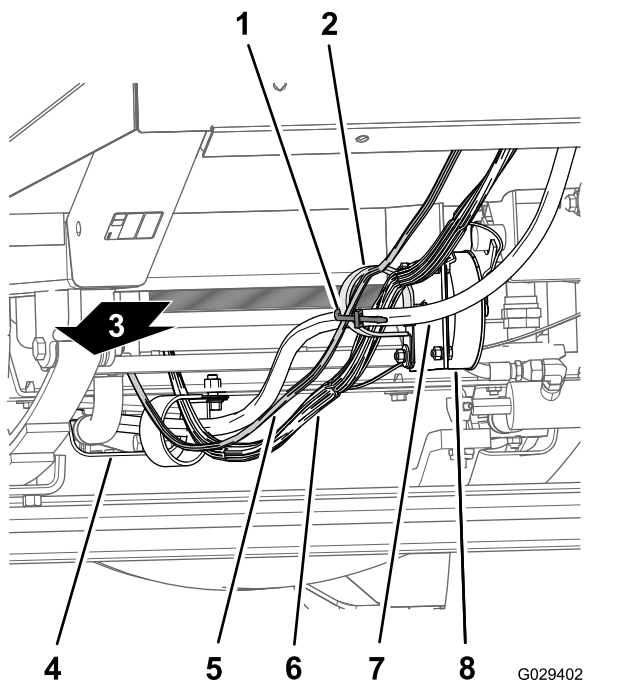
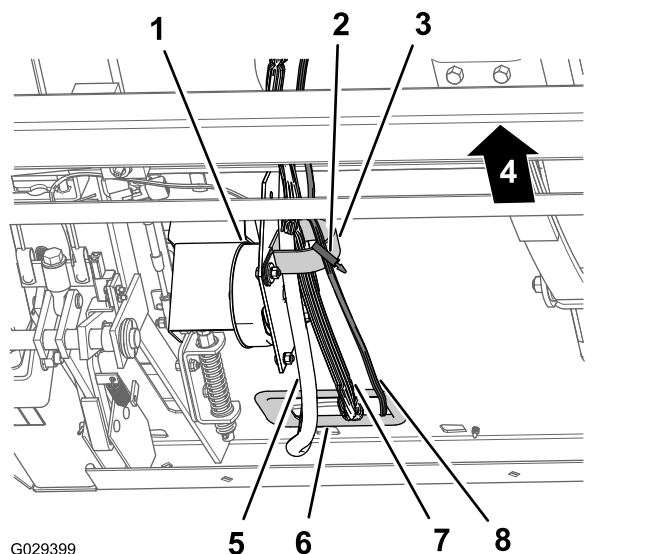

Figure 195
Figure 196
1. Acheminez la branche tableau de bord de 240 cm du faisceau de câblage le long du faisceau et des flexibles de direction de la machine (sous le radiateur), à travers le collier en R au bas du support de radiateur et à travers le collier en R sur la bobine de commande de vitesse de déplacement (Figure 195 et Figure 196).
2. Acheminez la branche tableau de bord de 240 cm du faisceau de câblage vers le collier en R sur la bobine de commande de vitesse de déplacement (Figure 195 et Figure 196).